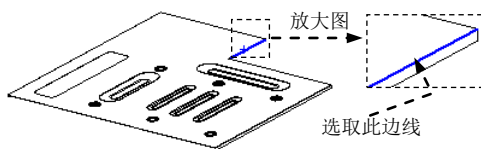
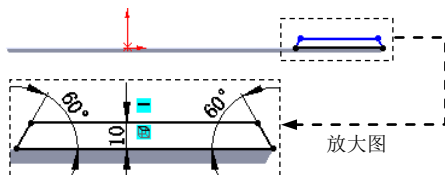

图 17.10.87 定义特征的边线
图 17.10.88 横断面草图
(1) 选择命令。选择下拉菜单 **插入(I)** → **钣金(H)** → **边线法兰(E)...** 命令，系统弹出“边线法兰”对话框。
(2) 定义特征的边线。选取图 17.10.87 所示的模型边线为生成的边线法兰的边线。
(3) 定义法兰参数。在 **角度(G)** 区域的  文本框中输入角度值 90.0。在“边线法兰”对话框 **法兰长度(L)** 区域的下拉列表中选择 **给定深度** 选项，输入深度值 15.0。在此区域中单击“内部虚拟交点”按钮 。在 **法兰位置(N)** 区域中单击“材料在外”按钮 .
(4) 单击  按钮，完成边线—法兰 3 的初步创建。
(5) 编辑边线—法兰 3 的草图。在设计树的  **边线—法兰3** 上右击，在系统弹出的快捷菜单中单击  命令，系统进入草图环境，绘制图 17.10.88 所示的横断面草图。退出草图环境，此时系统完成边线—法兰 3 的创作。